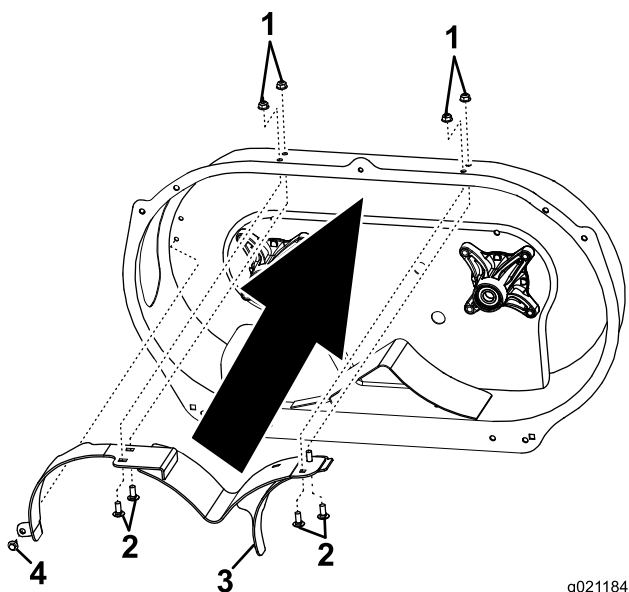

Figure 2
8. Montez le déflecteur de mulching comme montré à la Figure 2.